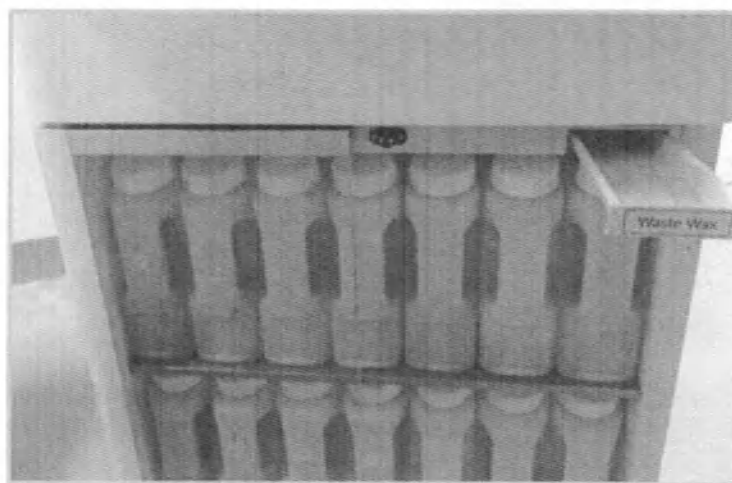

Рисунок 14. Лоток для отработанного парафина
- Лоток для отработанного парафина (рис. 14) расположен в правом нижнем углу отсека для парафина и служит для сбора пролитого парафина.